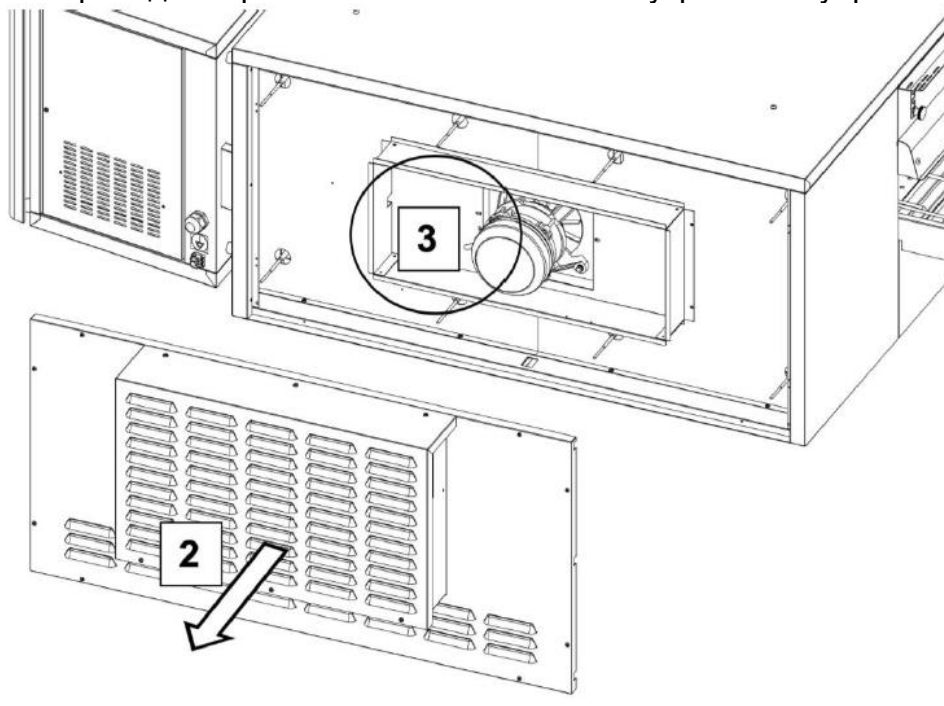

Рис. 5
2. Снимите заднюю панель и разъедините электрические клеммы вентиляторов охлаждения, расположенные в верхней части панели (Рис. 5).
3. Отсоедините электрический штекер электродвигателя вентилятора (Рис. 5, зона 3).
5. Снимите защитные пластины и изоляционный материал (Рис. 5).